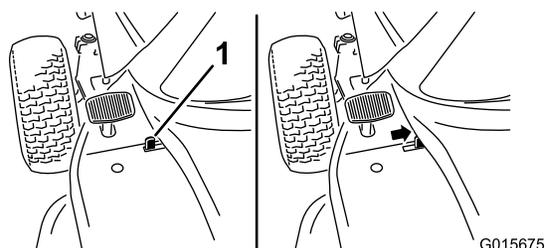

Bild 7
- Maschinen mit einem Feststellbremschalter: Schieben Sie den Feststellbremschalter auf die andere Seite (Bild 7) und nehmen den Fuß nach und nach vom Bremspedal.